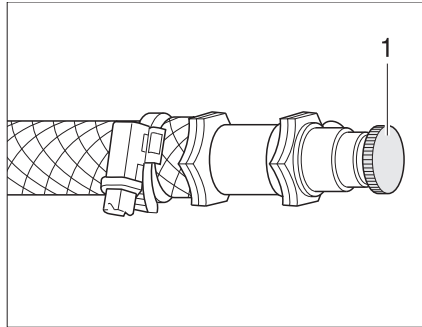

Bild 288 Entlüftungsventil Warmwasser-Heizung
- Das Entlüftungsventil (Bild 288,1) öffnen und geöffnet lassen, bis keine Luft mehr austritt.